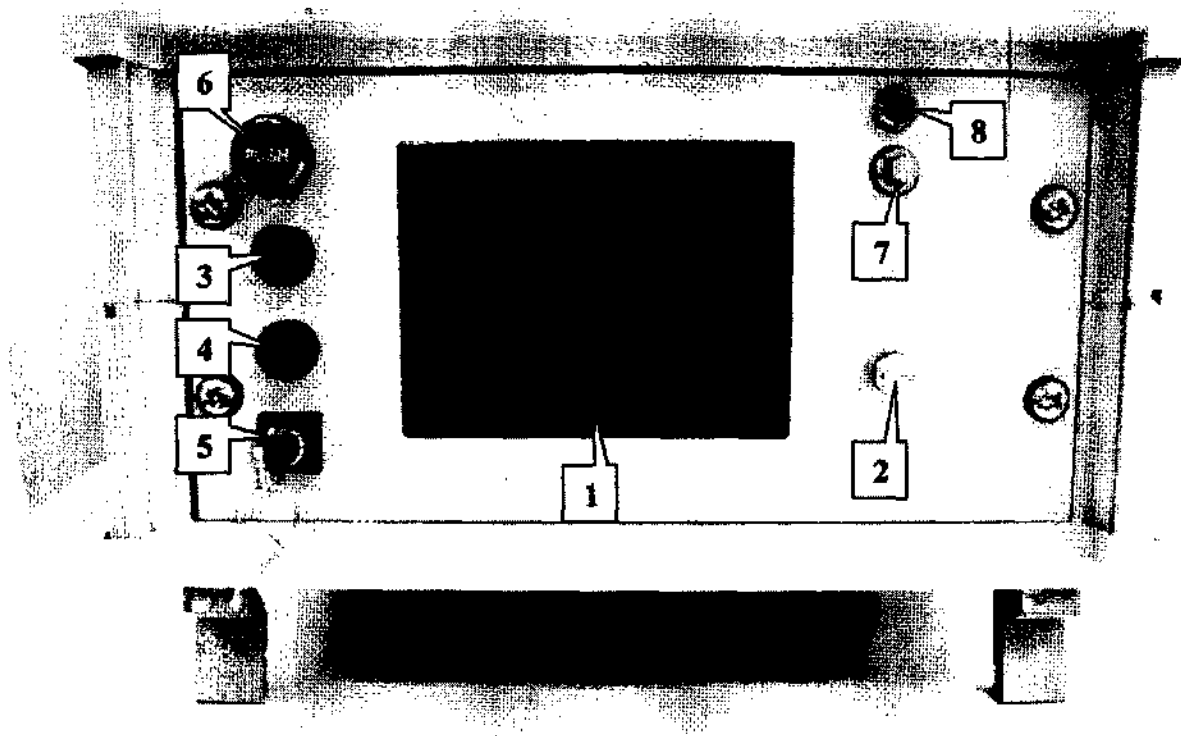
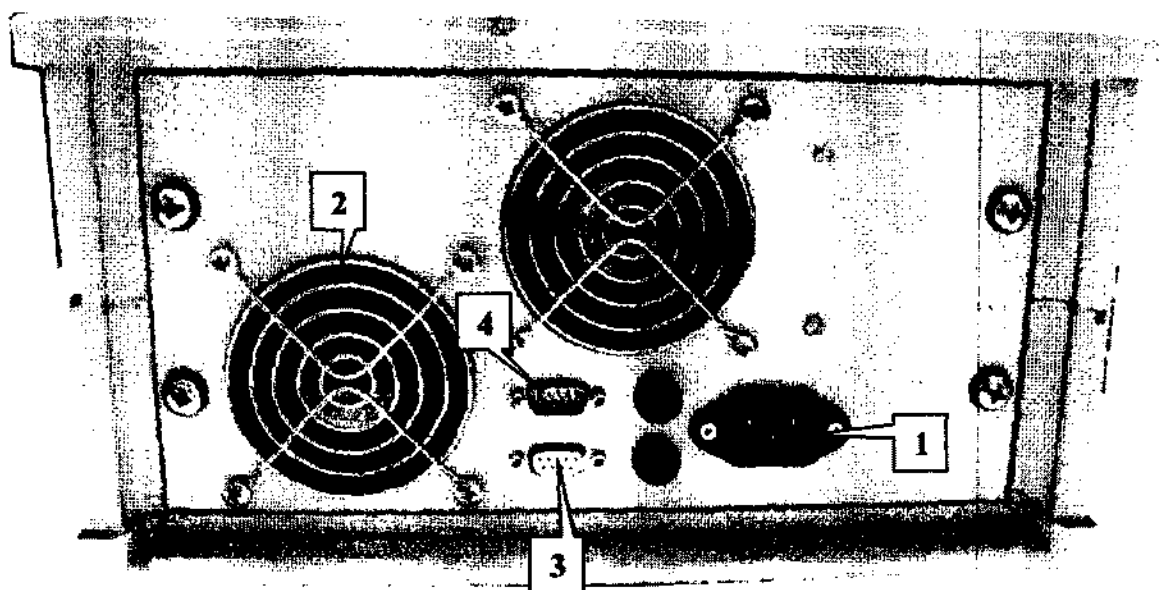

Рис. 1. Передняя панель
Рис. 2. Задняя панель.
Внешний вид передней и задней панелей аппарата изображен на рис.1 и рис. 2.
размещены следующие органы управления и контроля рис. 1
размещены следующие органы управления и контроля рис. 2
2. Снимите заглушку с **оптического выхода** на передней панели аппарата РИС.1, и присоедините к нему **волоконно-оптический инструмент** (см. стр.15)
3. При необходимости использования педали подключите педаль к **разъему подключения педали** на задней панели аппарата РИС.2 (стр.5)
4. Присоедините **сетевой шнур** к **разъему шнура питания** на задней панели аппарата. РИС.2